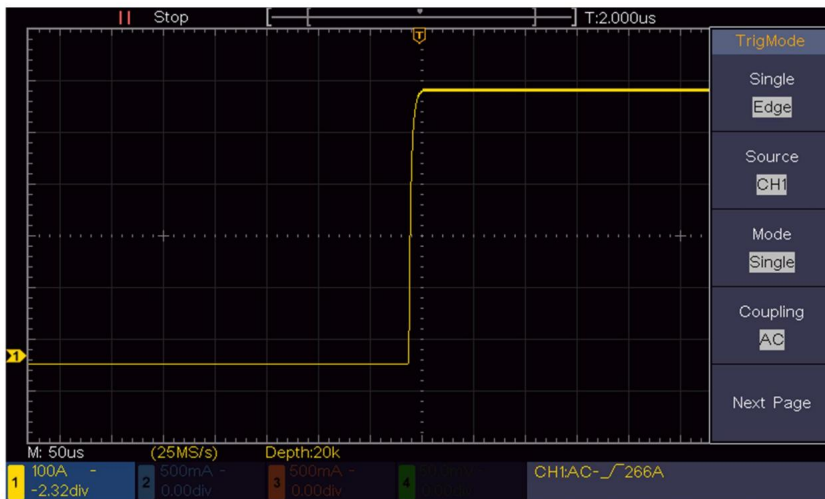

Figura 6-3 Cattura di un singolo segnale
(11)Controllare l'indicatore dello stato di attivazione nella parte superiore dello schermo, se non è Pronti, premere il pulsante **Run/Stop** e iniziare l'acquisizione, attendere il trigger per accadere. Se un segnale raggiunge il livello di trigger impostato, verrà eseguito un campionamento realizzato e poi visualizzato sullo schermo. Utilizzando questo approccio, un casuale impulso può essere catturato facilmente. Ad esempio, se vogliamo trovare una fresa a raffica di ampiezza elevata, impostare il livello di trigger su un valore leggermente superiore alla media livello del segnale, premere il pulsante **Run/Stop** e attendere un trigger. Una volta che c'è un sbavatura che si verifica, lo strumento si attiva automaticamente e registra la forma d'onda durante il periodo attorno al tempo di attivazione. Ruotando la Manopola **della posizione orizzontale** nell'area di controllo orizzontale del pannello, è possibile può cambiare la posizione di attivazione orizzontale per ottenere il ritardo negativo, rendendo facile l'osservazione della forma d'onda prima che si verifichi la sbavatura (vedere *Figura 6-3*).